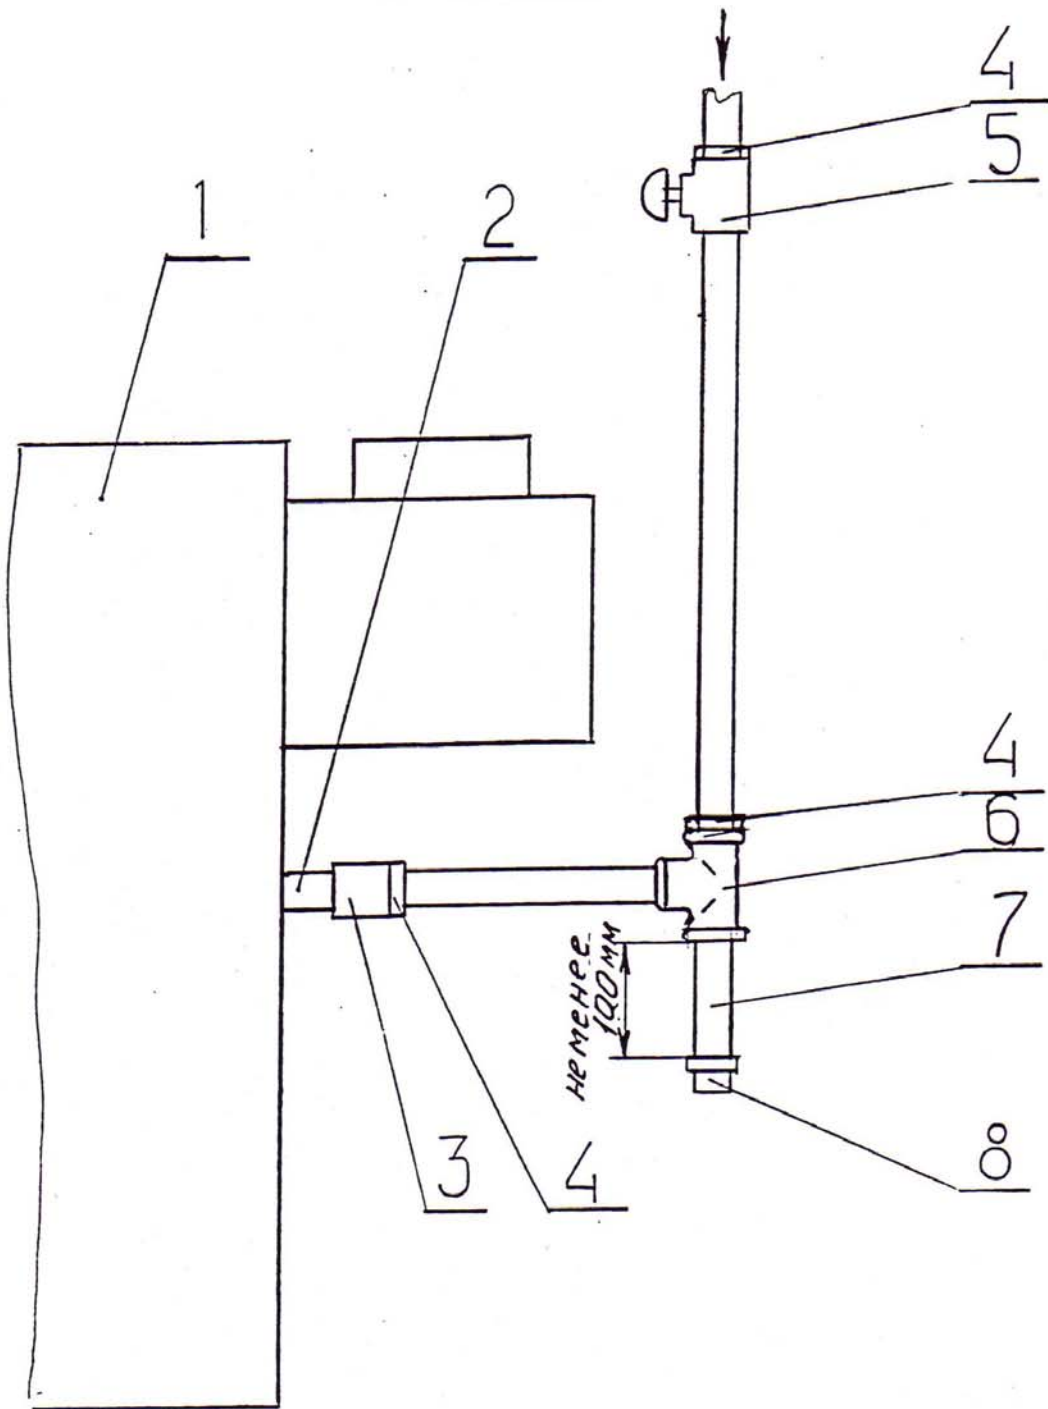

Рис. 9 Схема подсоединения котла к газопроводу.
5.7. На газоподводящей трубе перед котлом обязательно должен быть установлен газовый кран, перекрывающий доступ газа к котлу /см. рис. 9/.
5.8. Рекомендуется на входе газопровода в котел устроить ловушку-отстойник /см. рис. 9/.
2. На входе в котел /клапан/ обязательно нужно устроить конденсатную ловушку /см. рис. 9 /.